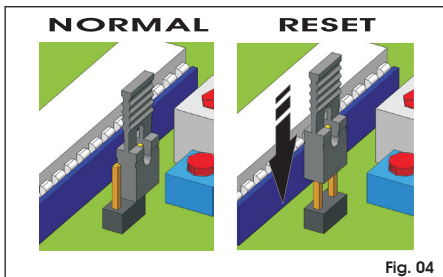

Fig. 04
- Donner une commande d'**OPEN A** avec un dispositif quelconque connecté à cette entrée; l'afficheur affiche la valeur "P-" et les vantaux commencent à s'actionner. La première manœuvre exécutée par les vantaux doit être en fermeture. Si cela ne se produit pas, arrêter le mouvement du portail par une impulsion de reset, en réalisant le pontet entre les deux **BROCHES** de "RESET" au moyen du connecteur spécifique (voir Fig.04). Couper le courant et ramener le connecteur dans la position normale (Fig.04). Ensuite inverser les fils des moteurs / du moteur qui ont exécuté la manœuvre d'ouverture. Reprendre la phase de programmation à partir du point 1.